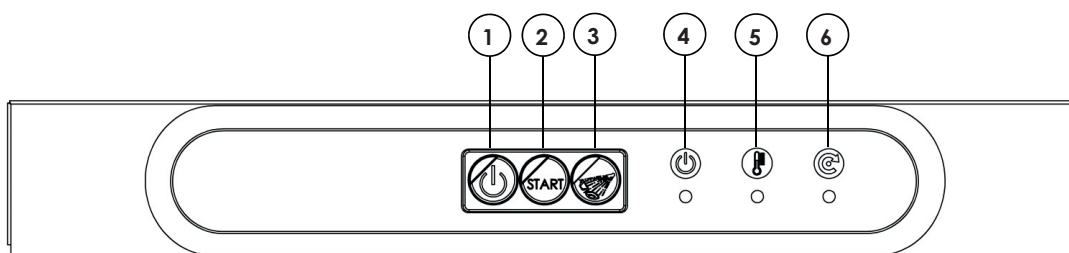
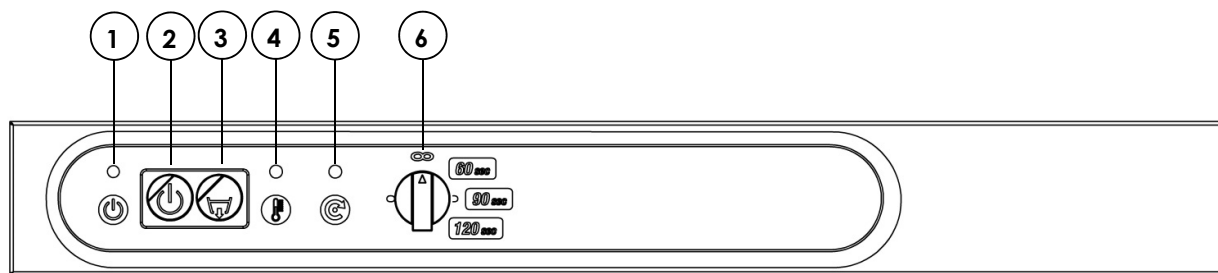

Fig. 14a
Fig. 14c
In fig. 14a, 14b, e 14c vengono riportati il pannello comandi della lavastoviglie e i riferimenti dei comandi in base al modello della lavastoviglie e alla presenza o meno della pompa di scarico.
Lavastoviglie a carico frontale (rif. fig. 14a o 14b)	Lavapiatti a cappotta (rif. fig. 14c)
5. Selezione tempi di lavaggio		<p>Prima di iniziare il lavaggio, selezionare il tempo di lavaggio desiderato con il SELETTORE TEMPI DI LAVAGGIO (6).</p> <p>Posiz. 1: Lavaggio 45 sec. Risciacquo 15 sec. Totale ciclo 60 sec.</p> <p>Posiz. 2: Lavaggio 75 sec. Risciacquo 15 sec. Totale ciclo 90 sec.</p> <p>Posiz. 3: Lavaggio 105 sec. Risciacquo 15 sec. Totale ciclo 120 sec.</p> <p>Posiz. O: La posizione O è una posizione speciale che FISSA la funzione in corso della lavastoviglie:</p> <ul style="list-style-type: none"> - se la macchina è in lavaggio, continuerà il lavaggio all'infinito; - se la macchina è in risciacquo, continuerà il risciacquo all'infinito; - se la macchina è in sosta, non potrà partire aprendo e chiudendo la cappotta.
6. Lavaggio	<p>Aprire la porta, introdurre il cestello con le stoviglie (assicurandosi che la disposizione delle stoviglie rispetti quanto descritto nel par. 3.4 – PARTE SECONDA), chiudere la porta e premere il PULSANTE PARTENZA CICLO (2) per avviare la fase di lavaggio: la SPIA CICLO INSERITO (6) si accende.</p> <p>Il ciclo termina quando si spegne la SPIA CICLO INSERITO (6)</p>	<p>Alzare la cappotta, introdurre il cestello con le stoviglie (assicurandosi che la disposizione delle stoviglie rispetti quanto descritto nel par. 3.4 – PARTE SECONDA), abbassare la cappotta e premere il maniglione di chiusura della cappotta verso il basso: la SPIA CICLO INSERITO (5) si accende.</p> <p>Il ciclo di lavaggio/risciacquo inizia automaticamente.</p> <p>Il ciclo termina quando si spegne la SPIA CICLO INSERITO (5)</p>
7. Risciacquo supplementare	<p>Se la lavastoviglie è predisposta per l'attivazione manuale del risciacquo (fig. 14a) e se si desidera effettuare un ulteriore risciacquo, tenere premuto il PULSANTE RISCIAQUO MANUALE (3) per il tempo desiderato di risciacquo</p>
1. spegnere la lavastoviglie con l'INTERRUTTORE DI ACCENSIONE (1 figg. 14a, 14b o 2 fig. 14c)